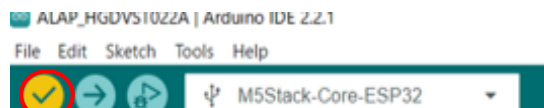

图 5
4. 点击 “✓” 按钮实施编译, 确认 “Done compiling” 的确认框 (图 5)。